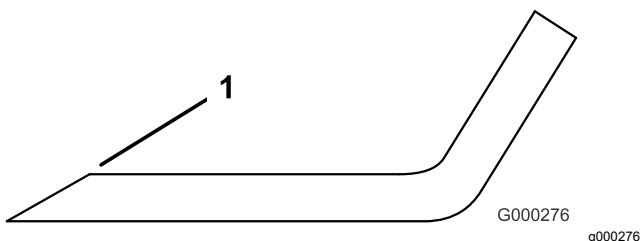

Figure 143
4. Aiguissez-les s'ils sont émoussés ou ébréchés (Figure 143).